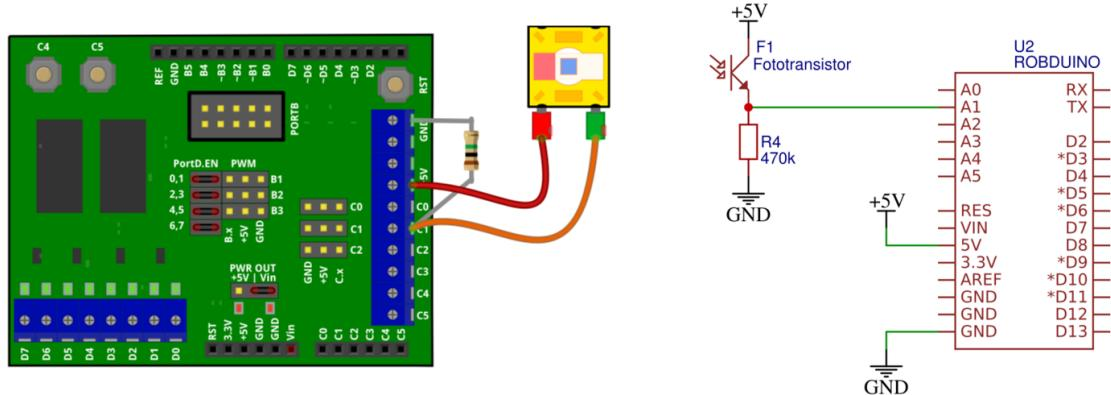

Figure 2.9: Priključitev foto-tranzistorja kot svetlobnega senzorja.
1. Priključite foto-tranzistor v delilnik napetosti z uporom, kot prikazuje fig. 2.9.